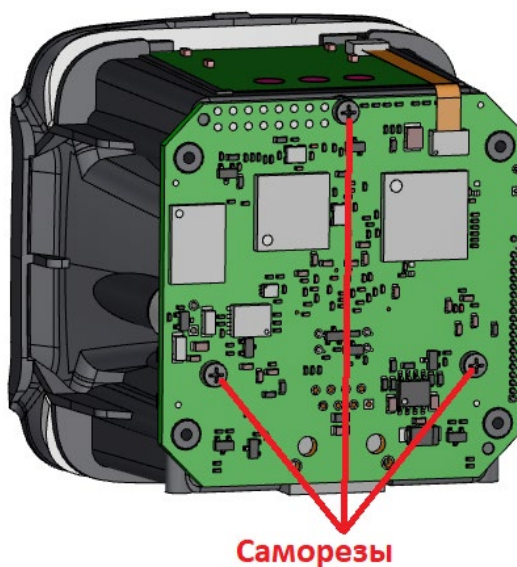

Рис. 7 Саморезы платы
2. Прикручиваем основную плату к корпусу 3 саморезами (см. Рис. 7 выше). Не прикладывайте чрезмерных усилий при закручивании саморезов, чтобы не сорвать резьбу в пластике корпуса.